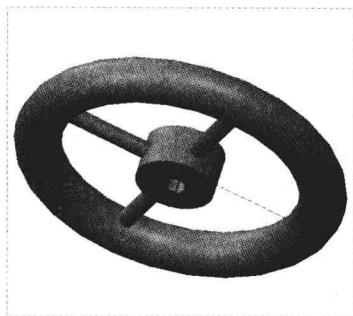

图 8-87 图形文件
Step 01 按【Ctrl+O】组合键, 打开图形文件, 如图 8-87 所示。